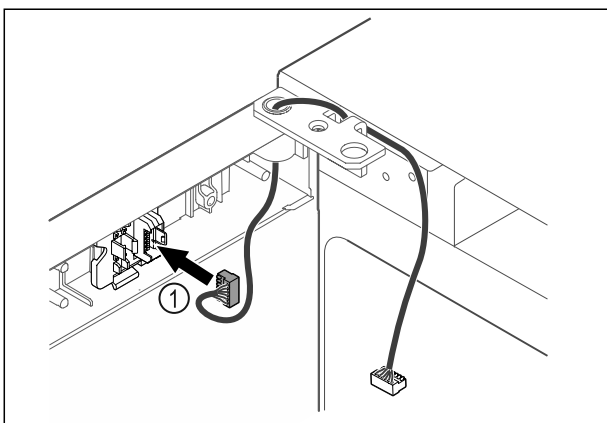

Fig. 62
- ▶ Inserire il connettore Fig. 62 (1) nel supporto connettori.